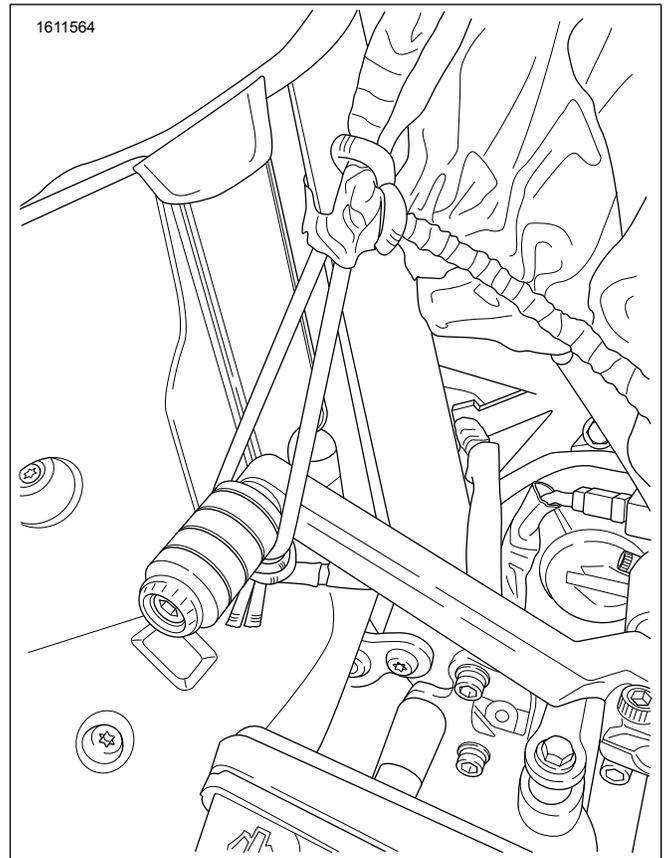
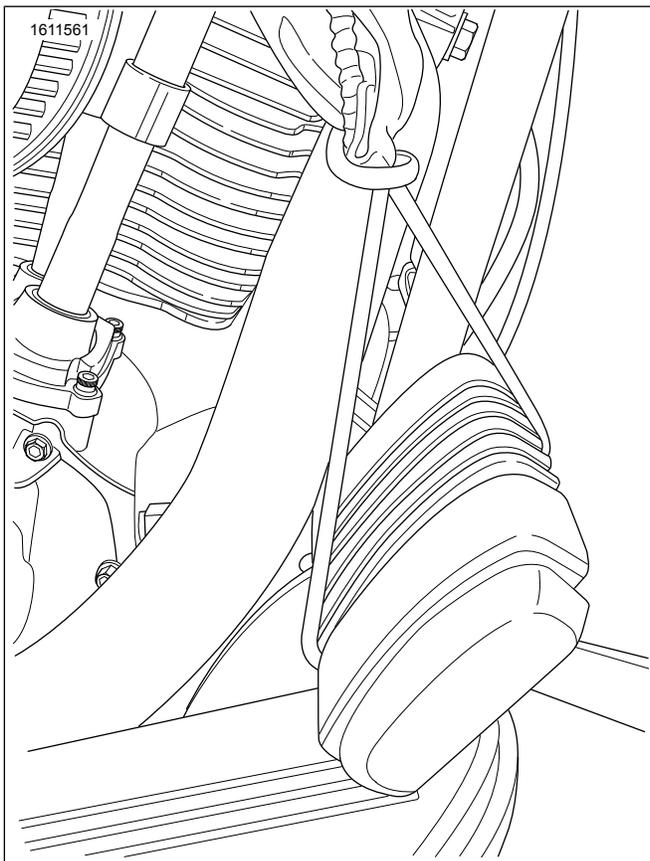

Figure 6. Fixation du levier de vitesses
Figure 5. Fixation de la pédale de frein
- a. Consultez Figure 5 et Figure 6 . Commandes au pied.